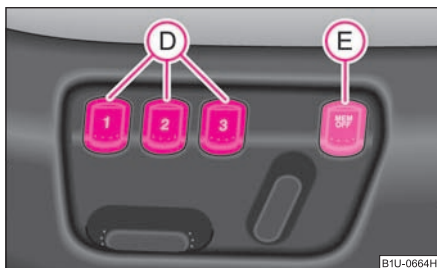

Fig. 56 Asiento del conductor:
La memoria para el asiento le ofrece la posibilidad de memorizar la posición individual de asiento del conductor y del espejo retrovisor exterior. A cada una de las tres teclas de memoria **(D)** ⇒ fig. 56 se puede asignar una posición individual, es decir, tres en total. Pulsando la correspondiente tecla de memoria **(D)**, el asiento y el retrovisor exterior se ajustarán automáticamente a la posición asignada a esta tecla ⇒ página 61.
- **Breve pulsación:** Estando abierta la puerta, pulse brevemente la tecla de memoria deseada  ⇒ página 60, fig. 56. El asiento y el retrovisor exterior se colocan automáticamente en la posición memorizada.
Tras pulsar el desconector  ⇒ página 60, fig. 56 del sistema de memoria se desactiva el sistema de memoria. El asiento y los retrovisores exteriores podrá ajustar sólo manualmente. Pulsando de nuevo el desconector  se activará nuevamente el sistema de memoria. En caso de interrumpir un proceso de ajuste activado, el ajuste no se llevará al cabo.